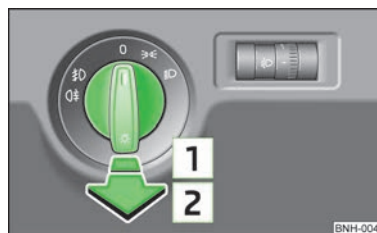

Fig. 19
- » Rotiți comutatorul de lumini » fig. 19 mai întâi în poziția \gg sau \odot .
- » Rotiți comutatorul de lumini » fig. 19 la pagina 35 mai întâi în poziția \gg sau \odot .